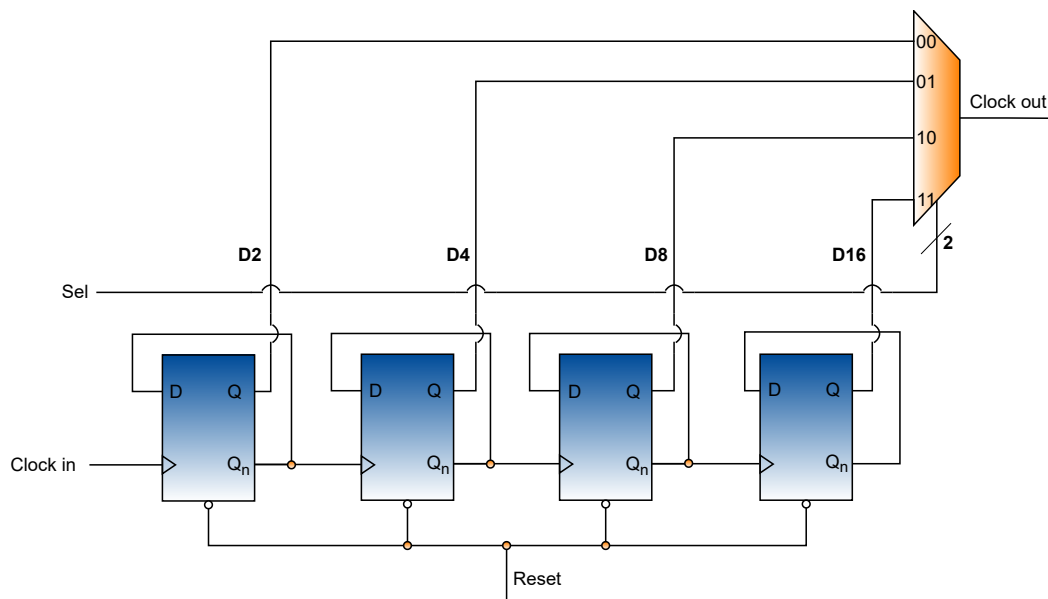

Figura 2: Divisor de clock da Questão 5.
Uma aplicação usual do *ripple counter* é a implementação de um divisor de *clock* programável. Em um *ripple counter*, o bit(0) tem uma frequência que é exatamente $1/2$ do *clock* de entrada, o bit (1) tem uma frequência que é exatamente $1/4$ da entrada *clock*, o bit (2) tem uma frequência que é exatamente $1/8$ do *clock* de entrada, etc. Este comportamento pode ser explorado para criar um *clock* que é dividido por múltiplos de 2^n , selecionando-se um bit específico do contador. A configuração típica deste divisor de *clock* programável é rotear cada bit do contador para uma entrada de um multiplexador. Esta arquitetura é mostrada na Figura 2:
Escreva um código em Verilog para implementar o divisor de *clock* programável apresentado na Figura 2, usando atribuição contínua (*continuous assignment*). Apresente os sinais no Gtkwave. Use um *ripple counter* de 4 bits para produzir quatro versões divididas do *clock* ($1/2$, $1/4$, $1/8$ e $1/16$). Seu sistema deverá ser capaz de selecionar qual versão do *clock* será apresentada na saída (sinal *sel* de 2 bits). Instancie no seu código o modelo do *D-flip-flop* fornecido abaixo para implementar o *ripple counter*: